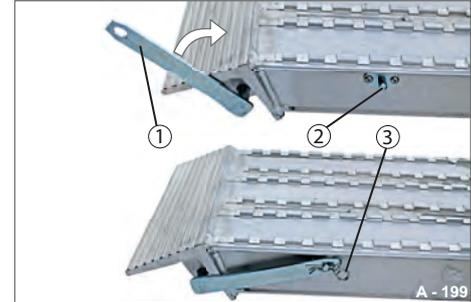

Abb. 27 Sicherungshebel schließen
- ▶ Sicherungshebel (Abb. 27/1) zum Haltebolzen (Abb. 27/2) schwenken auf den Haltebolzen aufstecken.
- ▶ Federstecker (Abb. 27/3) durch die Bohrung im Haltebolzen durchstecken. Sicherungshebel ist geschlossen und gesichert.